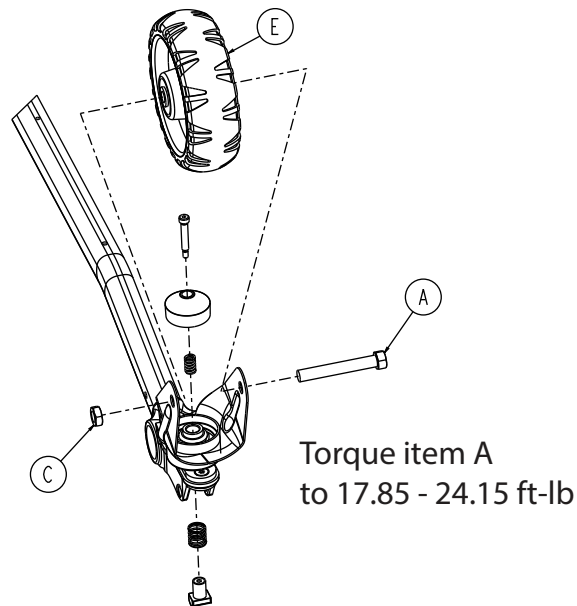

Figure 65 – Composants de la roue de transport
4. À l'aide d'une clé à cliquet, d'une douille de 11/16 po et une clé mixte de 5/8 po, retirer la vis d'assemblage à tête hexagonale (A) et l'écrou fin hexagonal (C) qui fixent l'ensemble de roue moulée de 6 po (E) à la fourche de la roulette (Figure 65). Retirer et jeter la roue. Conserver la vis et l'écrou.